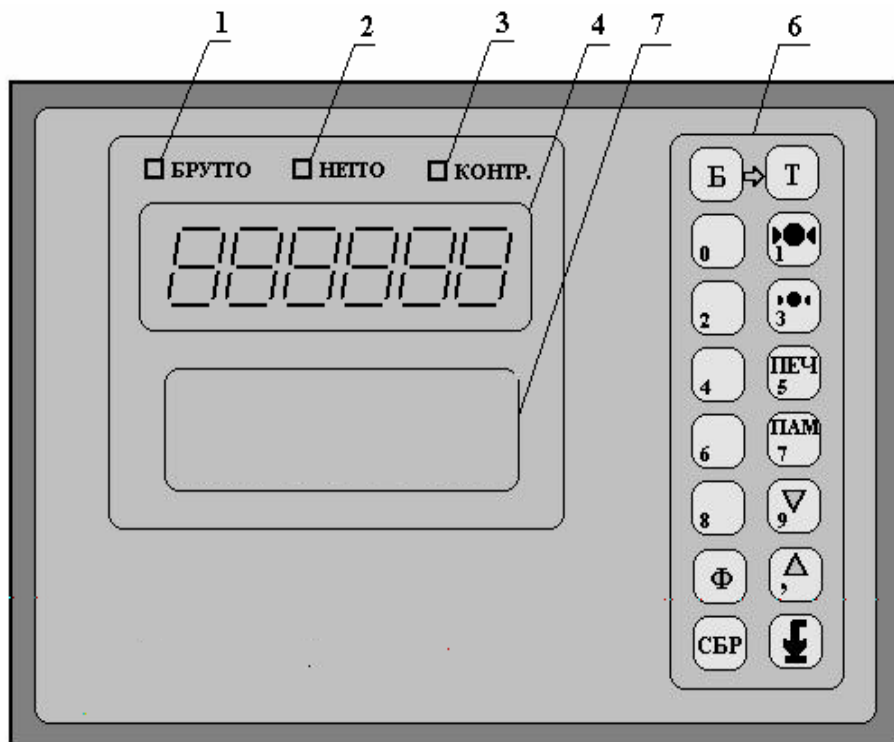

Рис. 7.1. Лицевая панель весового терминала ВТ.
На рис. 7.1 изображена передняя (лицевая) панель весового терминала ВТ.
Перезапустить ВТ с выполнением тестов и индикацией номера версии программы можно кнопкой □, расположенной на клавиатуре ВТ (см. рис. 7.1 на стр. 11 Руководства).
11.1.2. Текущий режим индикации веса отображается светодиодами «БРУТТО» и «НЕТТО» (см. рис. 7.1 Руководства), находящимися на лицевой панели ВТ. Переключение между режимами **БРУТТО** и **НЕТТО** производится нажатием кнопки  на клавиатуре ВТ.